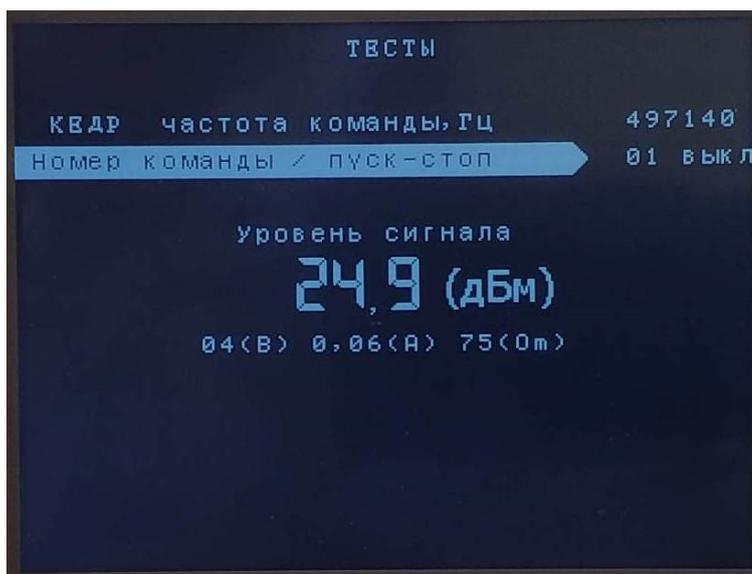

Рисунок 24 – Подраздел «Формирование команд в длит. режиме»
**3.3. «Формирование команд в длит. режиме»** - подраздел предназначен для тестового формирования длительных аварийных команд, а так же вывода уровня сигнала на выходе (см. рисунок 24).